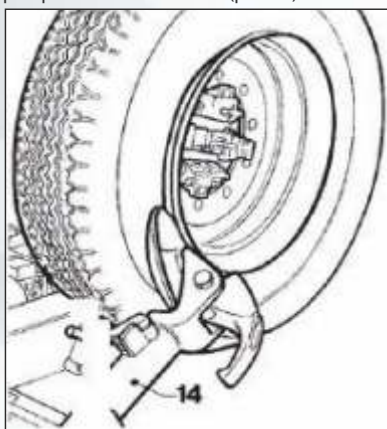
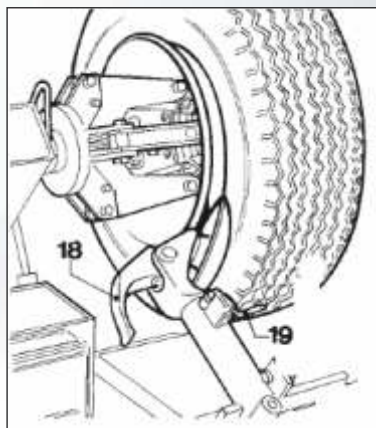

Рисунок 14
Рисунок 15
8) Нажмите на рукоятку установки съемного рычага 19 (рис.15) и поверните головку рукоятки на 180°, пока он автоматически не зафиксируется.
- 3) Установите кронштейн съемного рычага покрышки 14 (рис.14) в рабочее положение и дайте ему зафиксироваться.
- 4) При помощи переносного блока управления маневрируйте колесом до тех пор, пока *внешняя часть обода не появится из-за диска (рис. 14).*
- 7) Отведите кронштейн съемного рычага покрышки 14 (рис.14) в сторону и установите его в не рабочее положение, отжав его установочную рукоятку, затем переведите его во второе рабочее положение (рис.15).